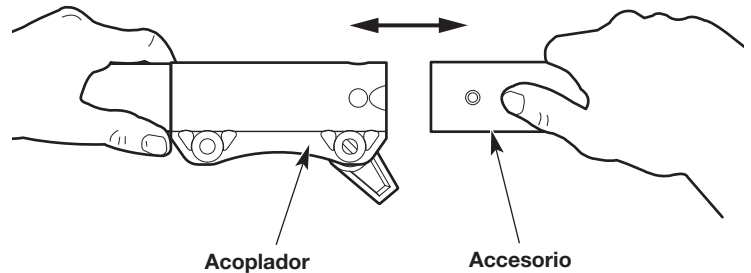
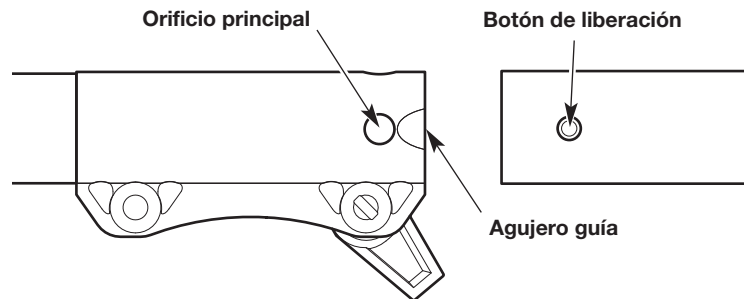

Fig. 12
Fig. 13
4. Alinee el botón de liberación con el embutimiento de la guía (Fig. 13).
5. Presione el accesorio directamente dentro del acoplador (Fig. 12) hasta que el botón de liberación encaje a presión firmemente del orificio principal (Fig. 13).
3. Oprima y mantenga apretado el botón de liberación (Fig. 13).
4. Tire del accesorio directamente hacia fuera del acoplador (Fig. 12).